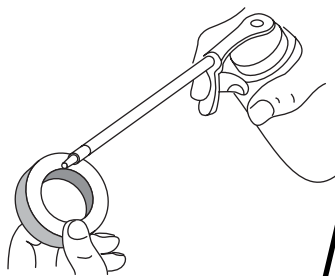

Fig. 35
4. Appliquez suffisamment d'huile propre SAE 30 pour enduire légèrement le filtre (Fig. 35).